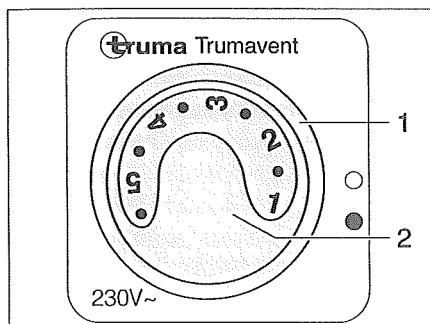

Bild 103 Reglage för cirkulationsfläkt (230 V)
- Ställ vridströmställaren (Bild 103,1) i läge "●".
- Ställ in önskad effekt på cirkulationsfläkten med vredet (Bild 103,2).
- Ställ vridströmställaren (Bild 103,1) i läge "○".